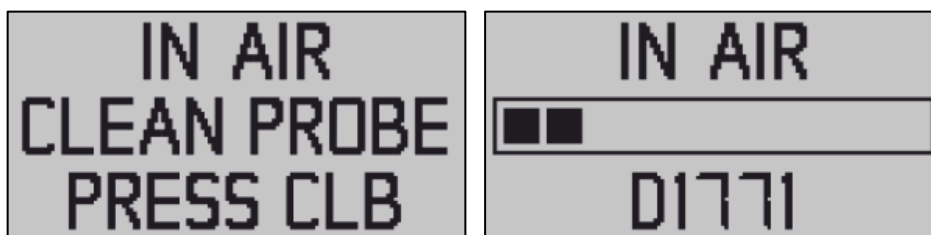

Рисунок 9
2.3.6.2 На первом этапе необходимо очистить рабочую поверхность ПЭП от контактной жидкости (CLEAN PROBE), поднять ПЭП в воздух и запустить процесс калибровки в воздухе (IN AIR) – , название выбранного ПЭП отображается под прогресс-баром (рисунок 9).